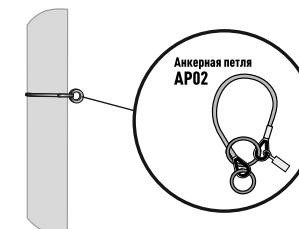

Рис. 17 Монтаж анкерной петли AP02 к одной из опор.
3. Присоединить анкерную петлю AP02 (входит в комплект) к одной из опор (несущая конструкция) (рис. 17).